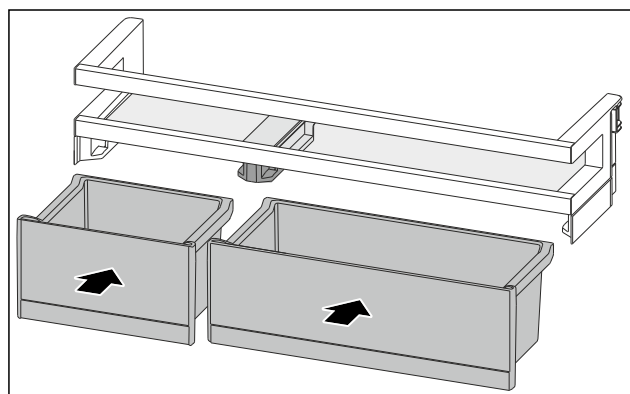

Fig. 153
- VarioBoxen in getauschter Anordnung einsetzen. (siehe Fig. 153)